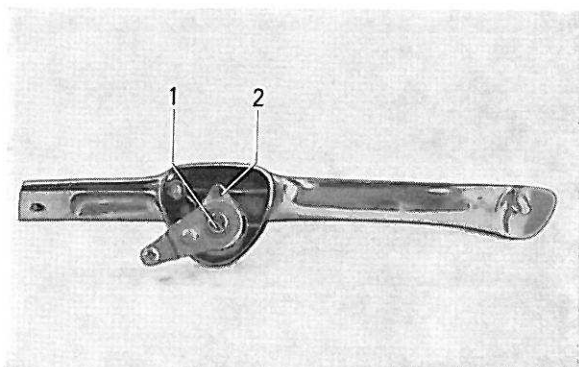

Figure 23. Poignée extérieure de porte
1. Retirer la vis (1, figure 23) du bras de commande et la vis (2) de la douille et enlever la douille et le ressort.